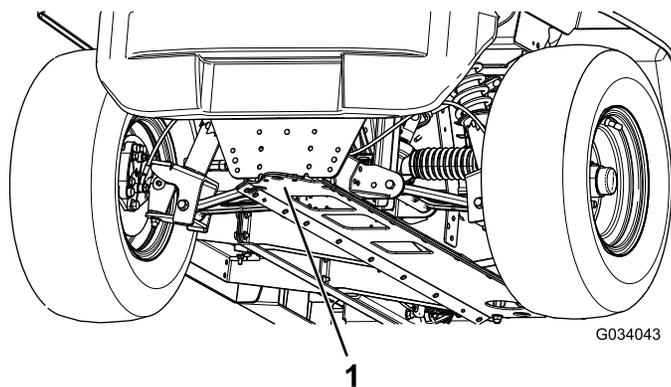

Рисунок 21
- Точка подъема в передней части автомобиля находится в передней части рамы позади сцепного устройства для буксировки (Рисунок 21).